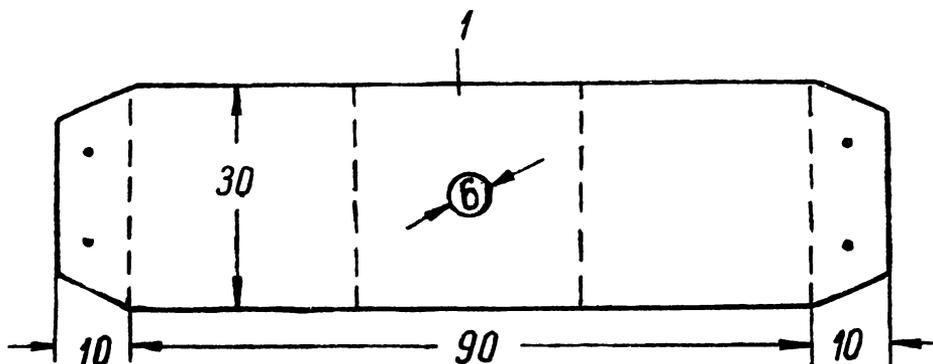

Рис. 106. Чертеж станины соленоидного молота.
Изготовьте по рис. 106 из жести или картона станину молота (1) и укрепите ее гвоздиками на деревянной панели (2). В верхнее отверстие станины установите выступающим венчиком соленоид (3) и соедините его с ключом и батареей.